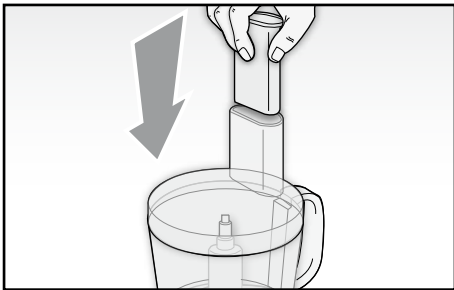

Fig. 8
**ATTENZIONE:** Quando si utilizza l'apparecchio per impastare o montare, si consiglia di iniziare con la velocità "1" e passare successivamente alla velocità "2". Quando lo si utilizza per tritare, è consigliabile selezionare il funzionamento ad impulsi ruotando la manopola (A) in senso antiorario sulla posizione "P". L'utilizzo ottimale avviene premendo per un brevissimo tempo (2/3 sec.).
- Se durante il funzionamento si rendesse necessario aggiungere alimenti, utilizzare il foro presente sul coperchio (O). Spingere gli alimenti inseriti con l'aiuto del premicibo (G) (Fig. 8).
- Per interrompere il funzionamento dell'apparecchio agire sulla manopola (A) e posizionarla su "0".